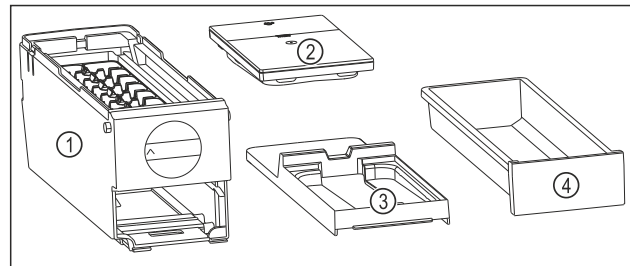

Fig. 81 Beståndsdelar i EasyTwist-Ice
- ▷ EasyTwist-Ice är delad i fyra delar. (se Fig. 81)
- ▶ Ta endast isär EasyTwist-Ice i de avbildade beståndsdelarna. (se Fig. 81)
- ▶ Rengör EasyTwist-Ice-enheten Fig. 81 (1) i sin helhet.